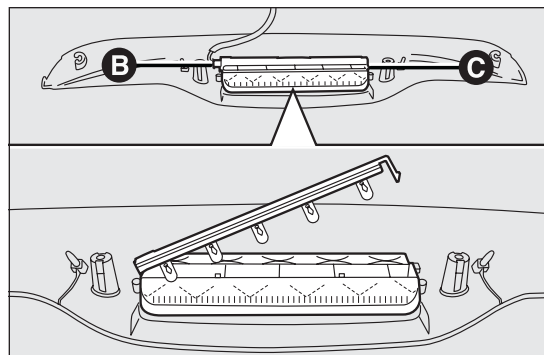

Abb. 118
- ☐ Den Steckverbinder B Abb. 118 lösen;
- ☐ Auf die Haltevorrichtung C Abb. 118 drücken und die Lampenfassung öffnen;